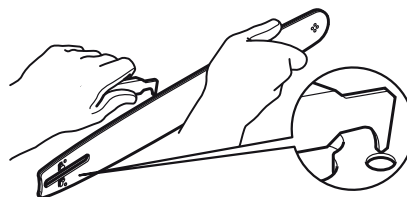

Fig. 46
- > Verifique a roda motora (22). Se estiver gasta ou deformada, mande-a substituir por um agente de assistência autorizado.
- > Limpe os resíduos das calhas na lâmina-guia (4) usando uma chave de fenda, espátula, escova de cerdas ou outra ferramenta similar. Isso manterá abertas as passagens de óleo para fornecer uma lubrificação adequada à lâmina-guia (4) e à corrente (3) (Fig. 46).